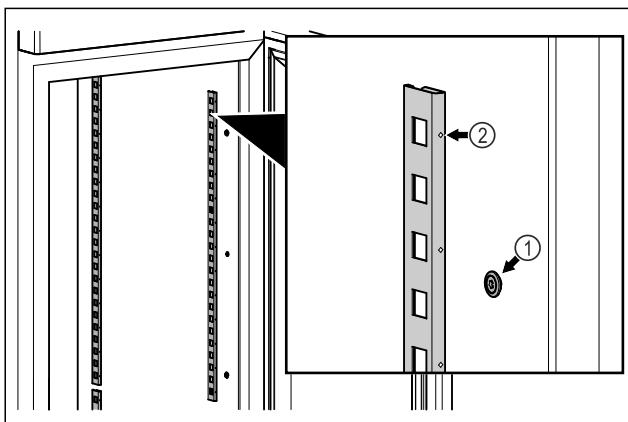

Fig. 17 Приблизне відображення
- Зачепити фіксувальну планку за підвіску Fig. 17 (1).
Маркування Fig. 17 (2) повинно бути спрямоване вперед.